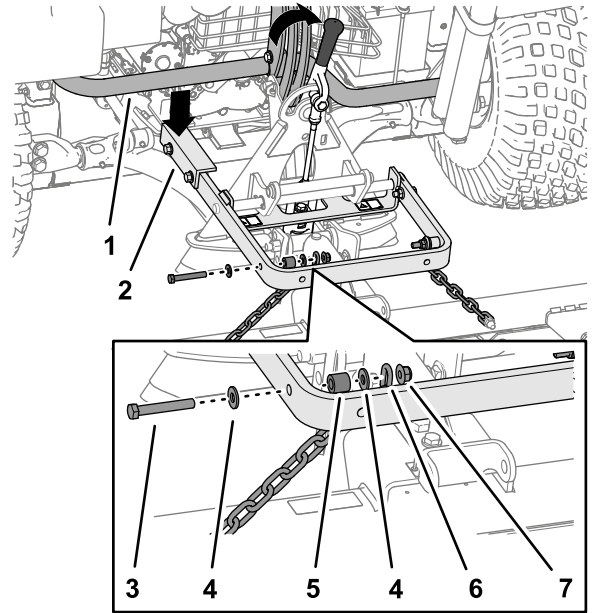

图6
重要事项 提升臂总成的长臂必须位于主机后机架总成的下方**图6**。
因此当提起并移动附件时务必使用附件的连接器的背面的手柄**图6**。
5. 使用 1 个螺栓 $\frac{3}{8}$ x 2 $\frac{1}{2}$ 英寸、2 个垫圈 $\frac{3}{8}$ x $\frac{7}{8}$ 英寸、1 个隔片和 1 个锁紧螺母 $\frac{3}{8}$ 英寸将每个链条最上面的链环固定到提升臂(**图6**)的外侧。